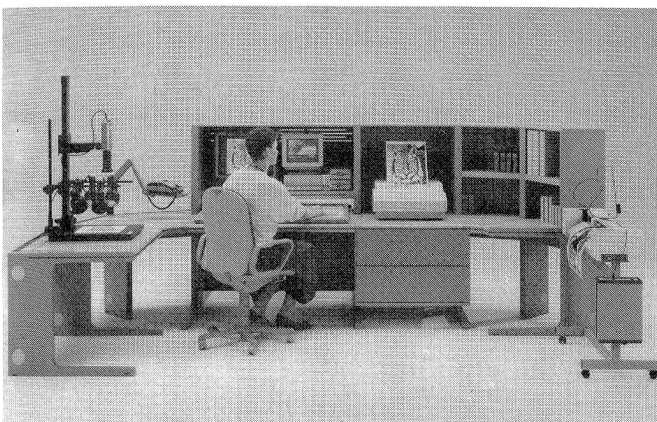

Abb. 1 CAD/CAM Anlage VDU selectanit für Modell- und Musterentwurf einschliesslich Strickprogrammerstellung und zur Fertigungssteuer der Flach-Strickerei.
In Design und Konzeption an die CMS selectanit Flachstrickmaschinen angepasst, präsentiert sich die neue VDU selectanit (R) Abb. 1 in grösster Leistungsfähigkeit. Gemeinsam mit der von Stoll entwickelten Programmiersprache sintral (R) übernimmt die VDU selectanit die komplette Musteraufbereitung und die automatische Erstellung aller Strickprogramme.